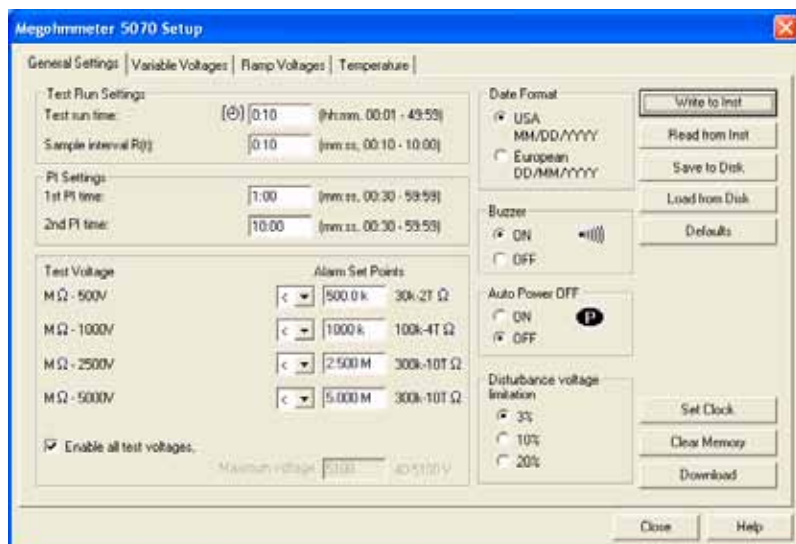

Figura 4
Haga clic sobre el botón de configuración para abrir el cuadro de diálogo de ajustes como se muestra en la Figura 4. Hay cuatro orejas en este cuadro de diálogo. Estas son:
**Ajustes Generales (General Settings)** (Figura 4) – para programar las funciones principales del 5070.